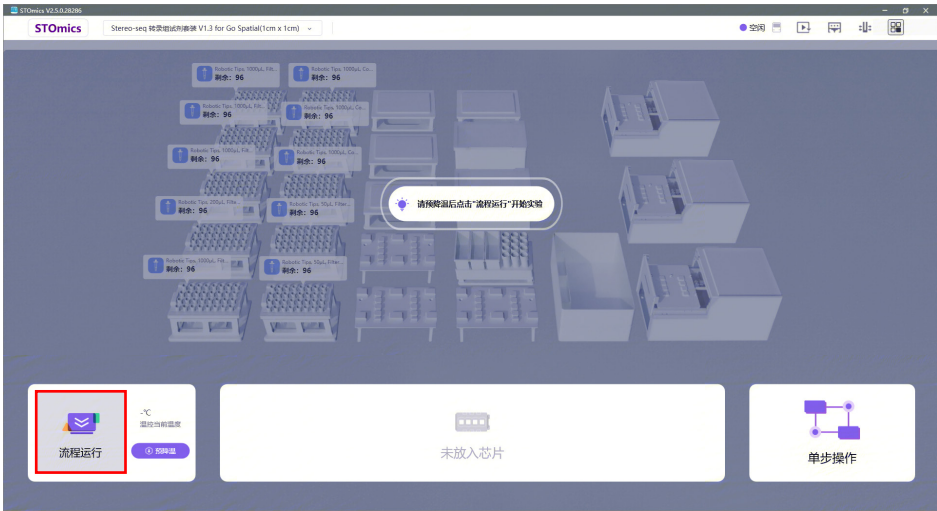

图 3-18 流程运行界面
- a. 流程运行：点击页面左下方的“流程运行”，将进入实验信息填写界面，如图 3-18 的所示；